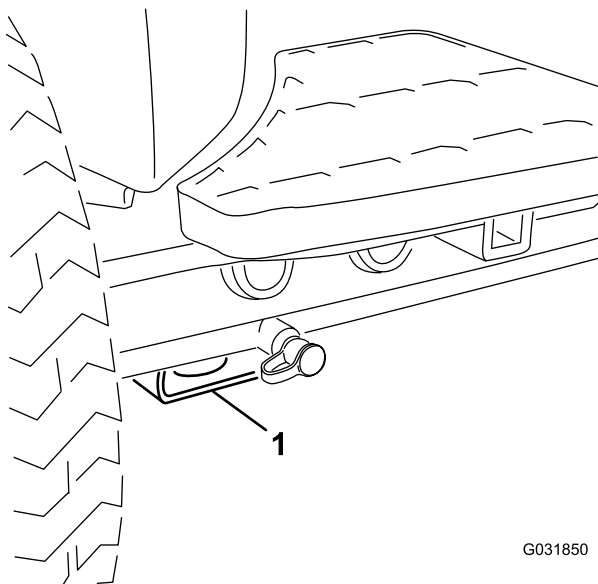

Bild 70
- Vorne: Rechteck unter dem Achsenrohr in jedem Vorderreifen (Bild 70).